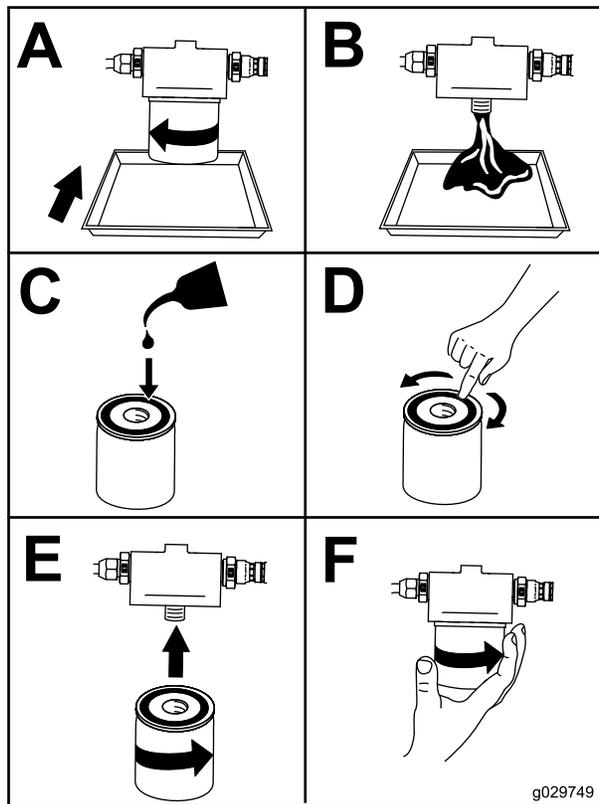

Рисунок 47
7. Замените масляный фильтр (Рисунок 47).